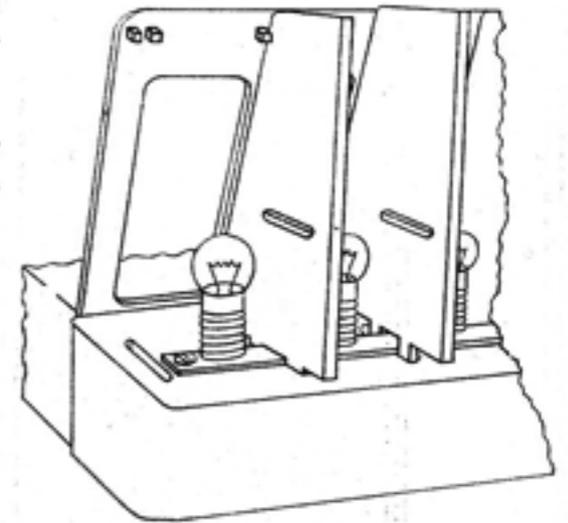
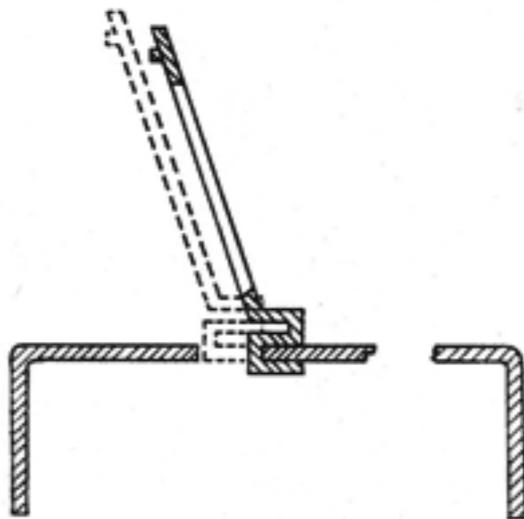

Abb. 9
Abb. 8
Den nächsten Arbeitsschritt leiten wir mit dem Einsetzen der Blende (4) ein (Abb. 8). Die Abbildung zeigt uns, daß wir die beiden unteren Stege der Blende nur so weit durch die Aussparungen im Unterteil stecken dürfen, bis die Blende auf dem Unterteil aufsitzt und bis zum Anschlag in Richtung zur Programmier tafel vorgeschoben werden kann. Vor dem Einbau der dreizehn Rippen (7) betrachten wir uns erst die Abbildung 9. Die Rippen sind so einzusetzen, daß sie in den Schlitz des Unterteiles und zwischen den Zapfen der Blende gehalten werden.